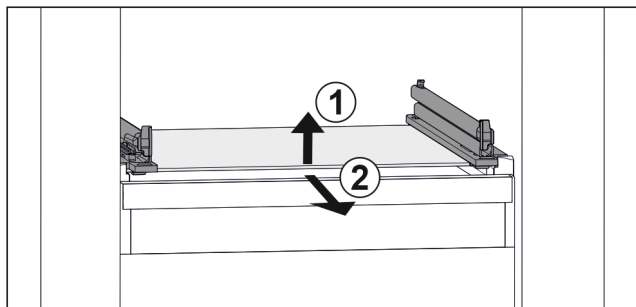

Fig. 129 Příklad znázornění skleněné desky
- ▶ Nadzvedněte skleněnou desku vpředu. Fig. 129 (1)
- ▶ Vyjměte skleněnou desku dopředu. Fig. 129 (2)